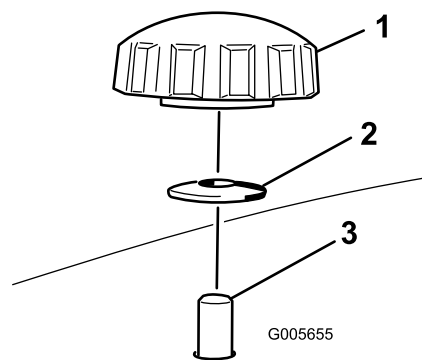

Figure 4
2. Montez le déflecteur gauche sur le plateau et fixez les goujons sur le déflecteur par le haut du plateau de coupe au moyen de 2 boutons et rondelles bombées (côté bombé face au plateau de coupe), comme illustré (Figure 3 et Figure 4).
3. Montez le déflecteur droit et fixez-le en place avec 2 boutons et rondelles bombées (côté bombé face au plateau de coupe) comme illustré aux Figure 3 et Figure 4.